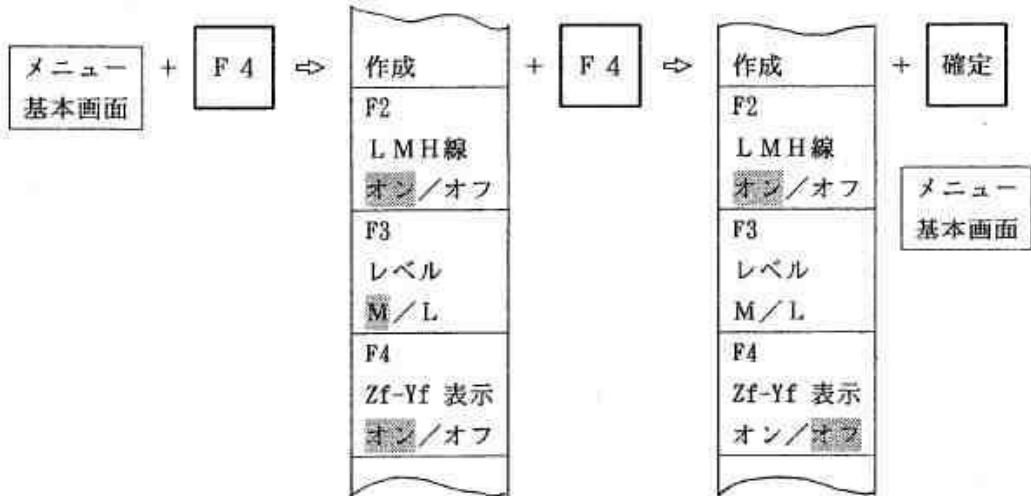

図 9.3.13 Zf-Yf表示のオフの手順
- ① 選択キー【F 4】を1回押すと図9.3.13の選択メニューが表示されます。このメニューの【F 4】の項を見ると、【オン】の部分にカーソルがあります。
- ② 【オフ】に切り替える場合には、選択キー【F 4】を1回押します。カーソルが【オフ】に移りますからそれを確認して確認キーを1回押します。